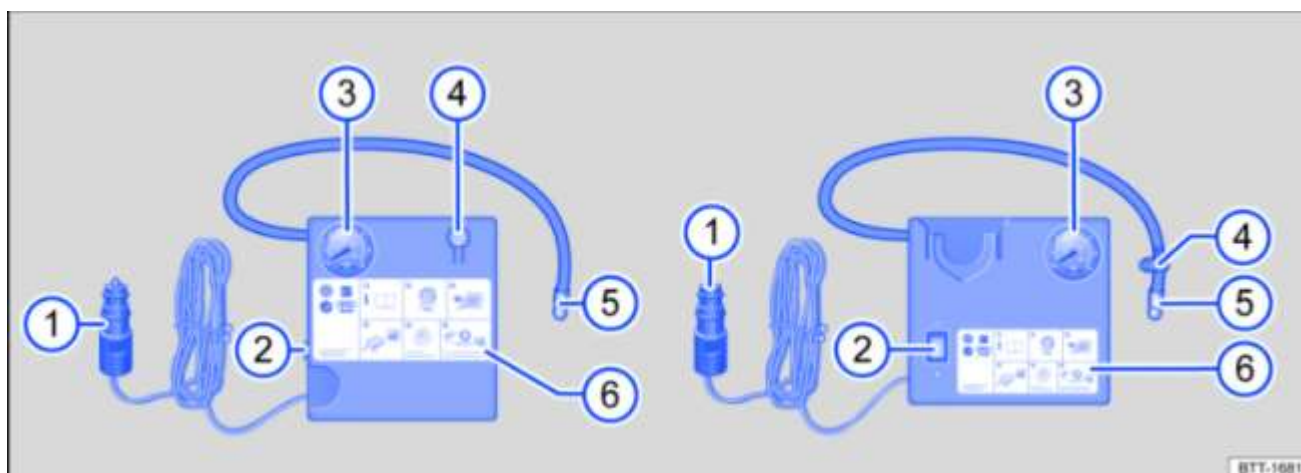

Fig. 214 Schéma de principe : compresseur du kit de crevaison
Le compresseur du kit de crevaison comprend les éléments suivants → Fig. 214 :
- Vissez fermement le flexible de gonflage → Fig. 214 (5) du compresseur d'air sur la valve du pneu.
- Veillez à ce que la vis de décharge de pression d'air → Fig. 214 (4) soit fermée.
- Branchez le connecteur 12 V → Fig. 214 (1) dans une prise de courant 12 V du véhicule Prises de courant.
- Mettez en marche le compresseur d'air à l'aide de l'interrupteur MARCHE/ARRÊT → Fig. 214 (2).
- Raccordez de nouveau le flexible de gonflage du pneu → Fig. 214 (5) et consultez la pression de gonflage indiquée sur l'indicateur de pression de gonflage des pneus → Fig. 214 (3).